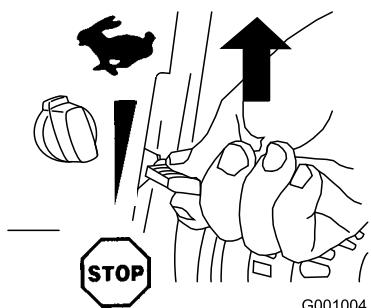

Figure 24
2. Placez la manette d'accélérateur en position haut régime (Figure 24).